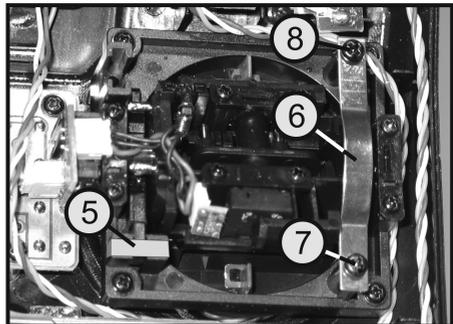

Bild 11
Befestigen Sie danach den Rastbügel (6), welcher der der Fernsteuerung beiliegt, entsprechend der unteren Abbildung in Bild 11. Achten Sie dabei auf die richtige Einbaulage des Bügels. Die untere Schraube (7) muss fest angezogen werden und die obere Schraube (8) nur so stark, bis der gewünschte Widerstand bei der Steuerknüppelbewegung erreicht ist.